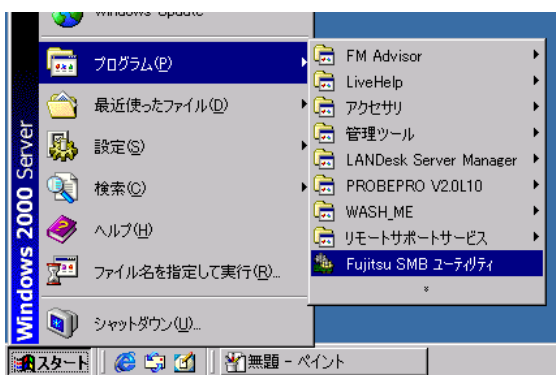

図 4-75 Fujitsu SMB ユーティリティの起動
- 1 タスクバーの[スタート]をクリックし「プログラム」→「Fujitsu SMB ユーティリティ」の順にクリックします(図 4-75)。
V2.0 以降の REMCS エージェントでは、Fujitsu SMB ユーティリティをプログラムに追加しました(図 4-75)。機能・操作は V1.0 と変わりません。